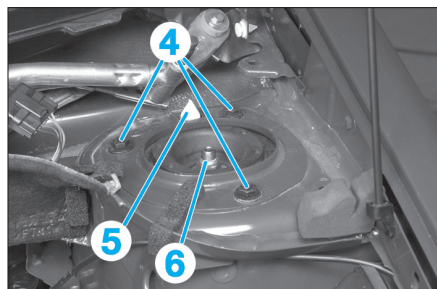

FIG. 5
- Déposer les 3 vis de fixation (4) supérieures de l'amortisseur (Fig.5).
- Déposer l'écrou de tige d'amortisseur (6) (Fig.5).